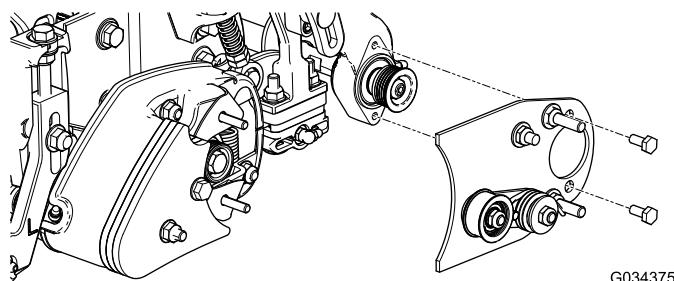

Figura 3
5. Retire los pernos que sujetan la placa de cepillo, y retire la placa de cepillo (Figura 3).